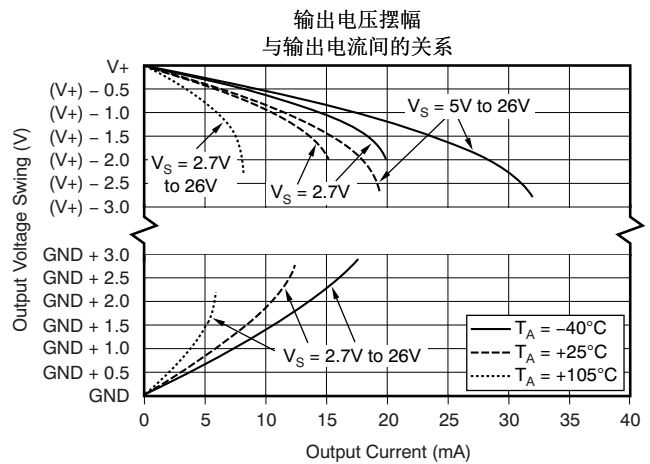

图 6.
(2) 请见典型特性曲线, 输出电压摆幅与输出电流间的关系(图 6)。